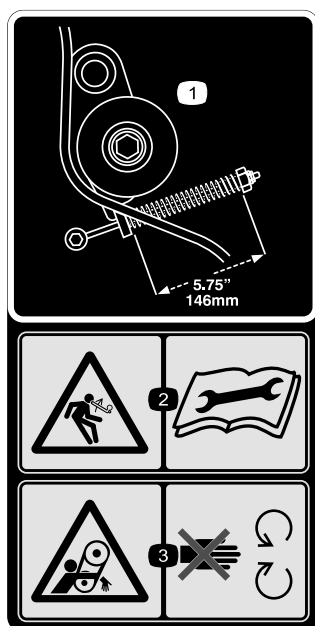

Figura 28
1. A tensão correcta da correia é atingida comprimindo a mola intermediária até que esta apresente um comprimento de 146 mm (Figura 28).